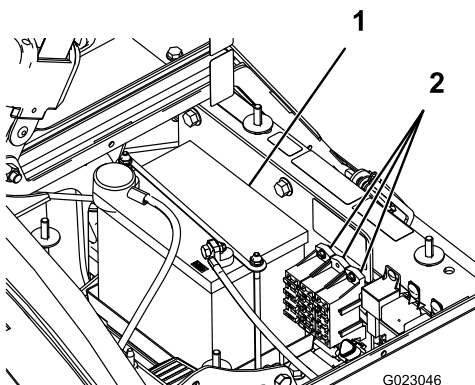

Рисунок 49
В электрической системе есть два блока плавких предохранителей и один запасной разъем. Они расположены позади сиденья (Рисунок 49).
2. Аккумуляторная батарея находится с правой стороны машины позади насоса (Рисунок 49).
5. Снимите фиксатор и крепежные элементы аккумулятора (Рисунок 49).
2. Установите фиксатор аккумулятора и закрепите его крепежными элементами, снятыми ранее (Рисунок 49).
4. Установите крышку аккумулятора и закрепите ее 2 ручками (Рисунок 49).
1. Ослабьте ручки с обеих сторон аккумуляторного отсека и снимите крышку аккумулятора (Рисунок 49).